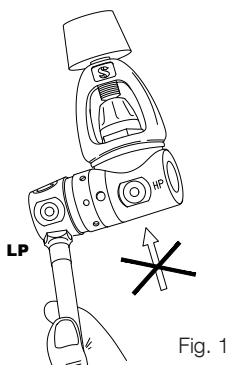

Fig. 1
Sluit de lagedrukslang (LP) van de Power Inflation Valve aan op een ongebruikte LP-poort van de eerste trap, die dezelfde schroefdraad moet hebben (afb. 1).